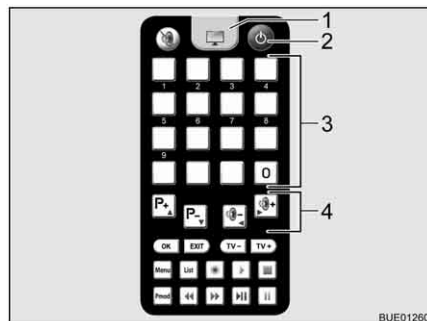

Bild 22 Fernbedienung Fernsehgerät
- Auf der Fernbedienung für das Fernsehgerät Taste "⏻" (Bild 22,2) drücken. Die Anlage geht in den Suchmodus. Ein Dauerton ertönt.
- Zum Umschalten auf Fernsehempfang auf der Fernbedienung für das Fernsehgerät die Fernsehtaste (Bild 22,1) drücken. Der Signalton endet. Ein Bild erscheint auf dem Bildschirm.
- Über die Speichertasten (Bild 22,3) auf der Fernbedienung für das Fernsehgerät oder über die Funktionstasten (Bild 22,4) den gewünschten Sender wählen.